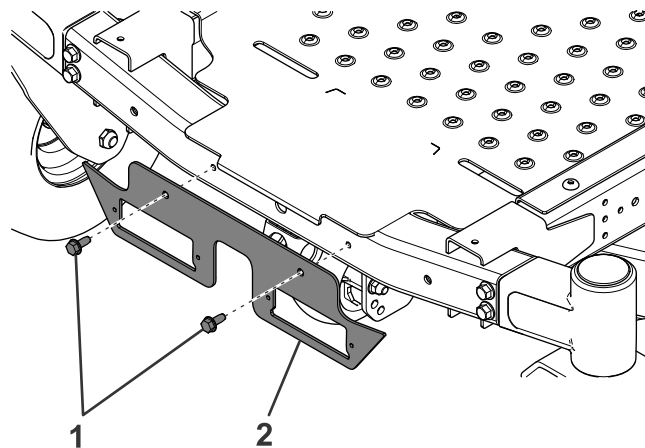

**Figura 2**
6. Retire y guarde el reposapiés (Figura 1 y Figura 2).